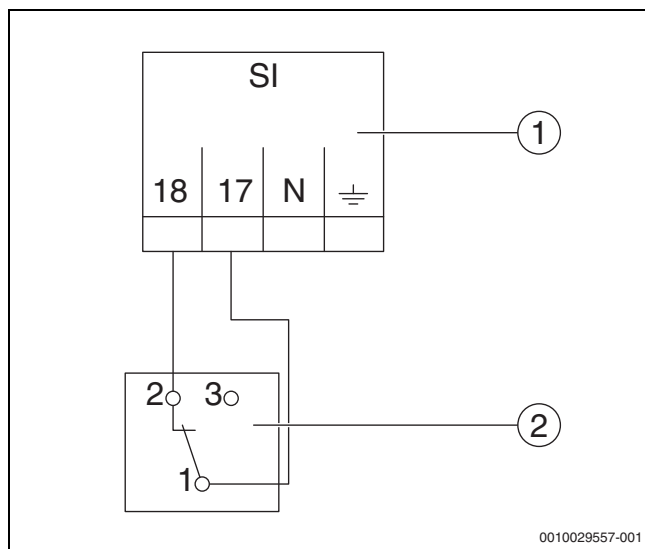

Fig. 6 Collegamento di un dispositivo di sicurezza esterno
- ▶ Collegare i fili come indicato in fig. 6 e nello schema elettrico di collegamento.